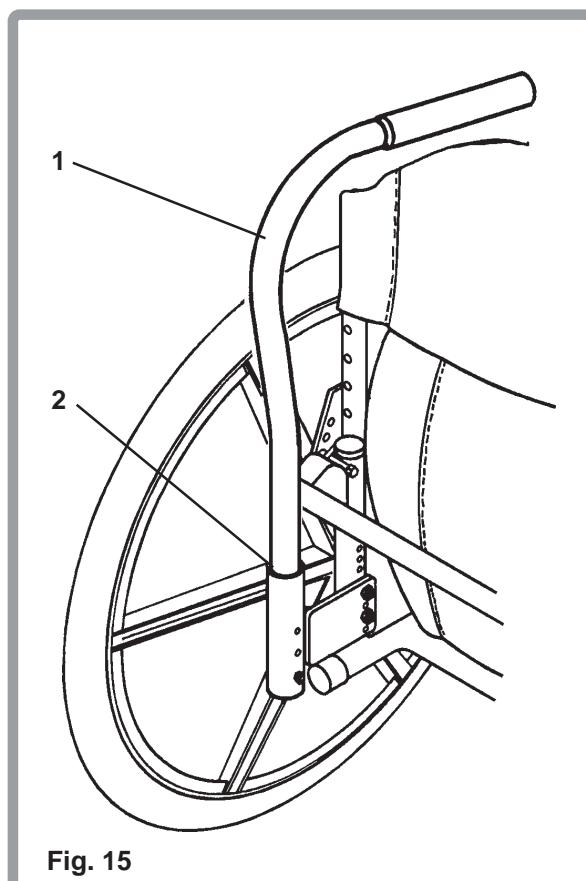

Fig. 15
Les accoudoirs escamotables peuvent être retirés ou basculés pour permettre les transferts latéraux. Pour retirer l'accoudoir (1), le tirer vers le haut jusqu'à ce qu'il sorte de son logement (2), comme indiqué sur la Fig. 15. Pour remettre l'accoudoir, le faire coulisser dans son logement jusqu'à ce qu'il touche le fond. Pour tourner l'accoudoir, le tirer vers le haut sur environ 25 mm et vers l'extérieur. Pour remettre l'accoudoir dans sa position normale, le tourner vers vous jusqu'à ce qu'il tombe légèrement et se verrouille en position.